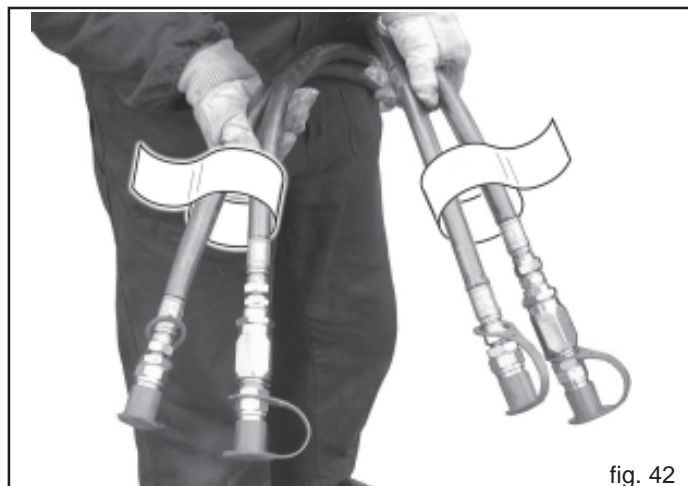

fig. 42
- 4) Raccorder correctement les tuyaux oléohydrauliques aux distributeurs du tracteur, en suivant l'indication figurant sur chaque tuyau (Fig. 42).